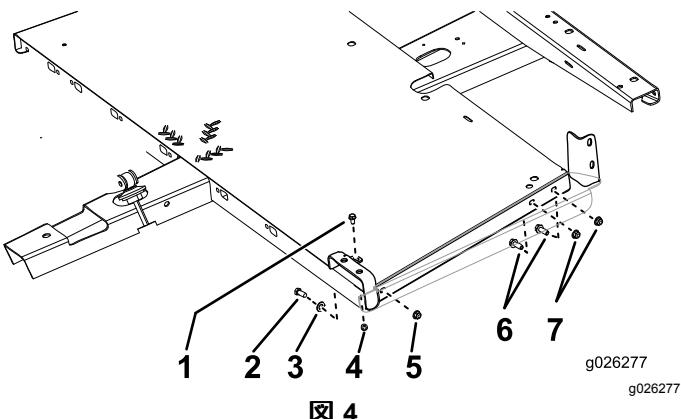

図4
1. 図4に示すように、フレームにフロアパネルを固定します。